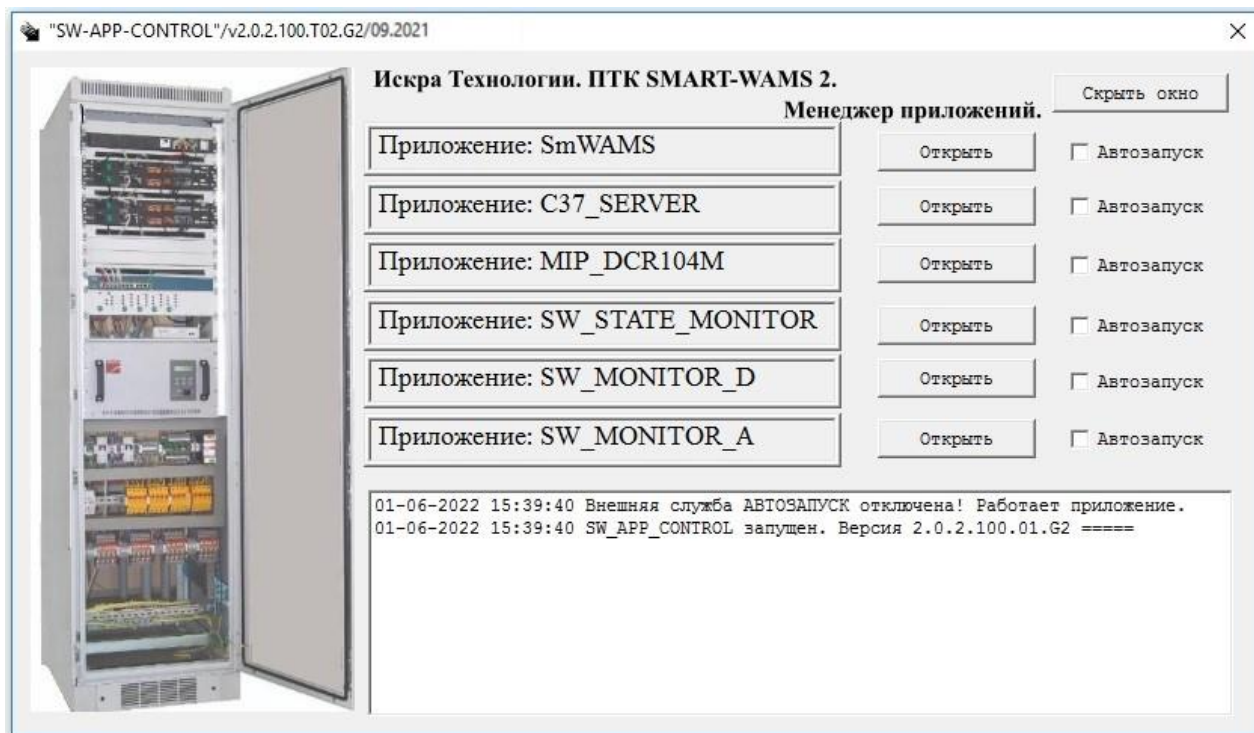

Рисунок 8. Приложение SW_APP_CONTROL.
- Запустить менеджер приложений SW_APP_CONTROL.exe (из папки SW_APP_CONTROL). По умолчанию менеджер приложений SW_APP_CONTROL находится в трее. Найдите в трее значок  и дважды щелкните по нему. Появится окно менеджера приложений (рисунок 8).